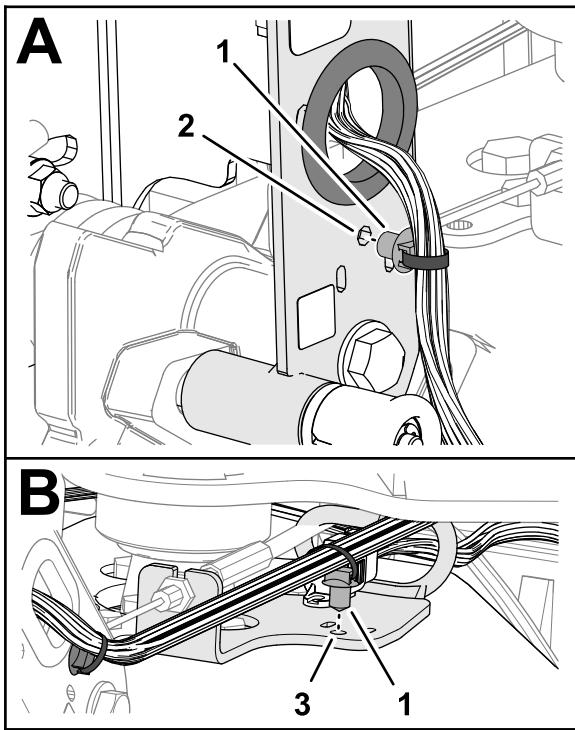

Bild 10
4. Stecken Sie den Einstekanker des Maschinenkabelbaums in das Loch im Lenkerkanal (Bild 10).